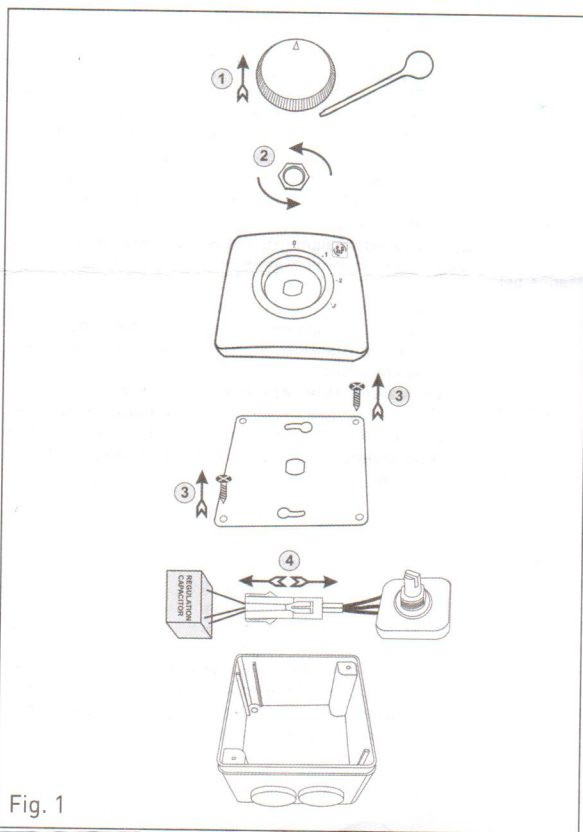

Fig. 1
- Para Conectar el KIT RC-HTB a un ventilador de techo de la gama HTB de S&P, primero deberá extraer el condensador de regulación ubicado dentro de la caja del regulador de velocidades de pared, suministrado de serie con el mismo ventilador de techo HTB. (Fig.1) **Atención: No se puede conectar el regulador de velocidad de pared suministrado de serie junto con el KIT RC-HTB.**
- To connect the RC-HTB KIT to a S&P HTB ceiling fan, first take out the regulator condenser inside the speed control box on the wall, which comes as standard with all HTB ceiling fans. (Fig. 1) **Warning: You cannot use both the wall speed regulator that comes as standard and the RC-HTB KIT.**
d'abord extraire le condensateur de régulation qui se trouve à l'intérieur de la boîte du régulateur de vitesses mural, fourni en série avec le même ventilateur de plafond HTB. (Fig. 1)
1. Per collegare il KIT RC-HTB ad un destratificatore della gamma HTB di S&P, come primo passo bisognerà estrarre il condensatore relativo alla regolazione posto all'interno della cassa del regolatore di velocità posto a parete, fornito di serie con lo stesso ventilatore HTB. (Fig.1)